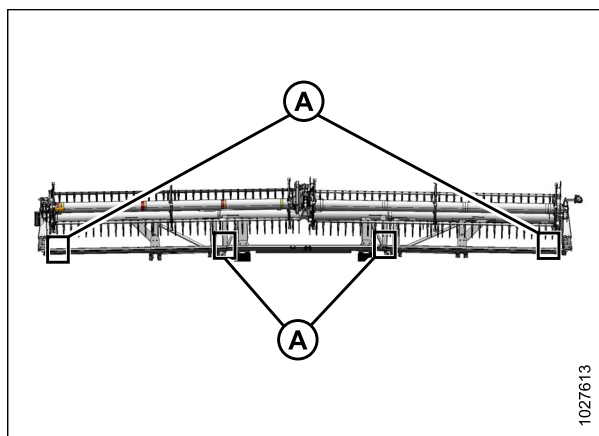

Рисунок 4.263: Расположение точек замера на гибкой жатке FlexDraper® — сдвоенное мотовило
- Жатки со сдвоенным мотовилом: Рис. 4.263, страница 450